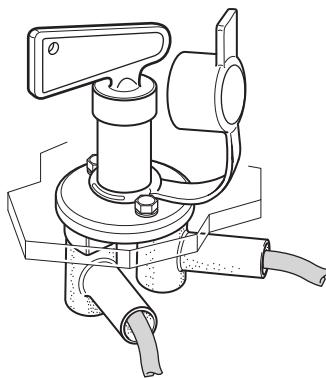

Fig. 49
- Skub gummibeskyttelseshætter på tilslutningsskruerne (Fig. 49).